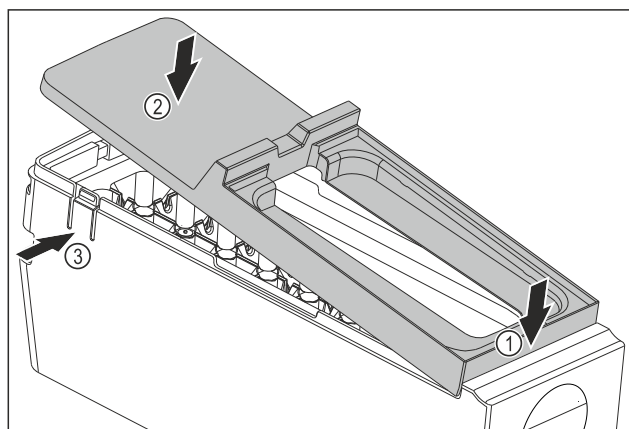

Fig. 127
- ▶ 安装 EasyTwist-Ice 机身的盖板：放置盖板前部。 Fig. 127 (1)
- ▶ 降下盖板后部。 Fig. 127 (2)
- ▷ 盖板卡入到两个接片 Fig. 127 (3) 中，可以听见声音。